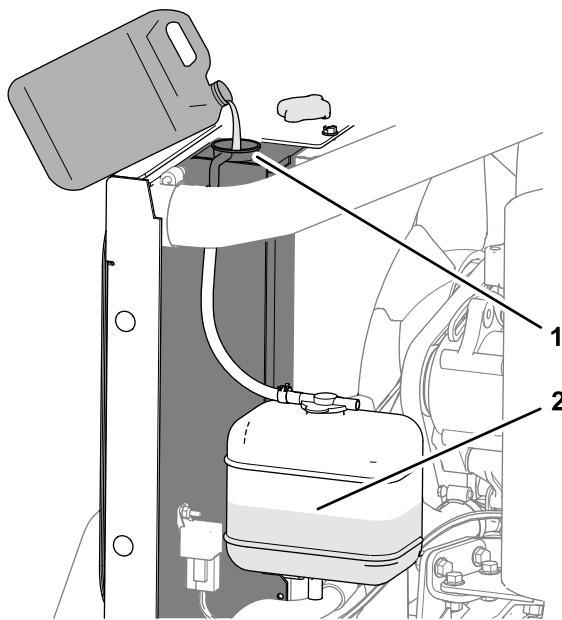

Рисунок 59
1. Снимите крышку радиатора и медленно долейте охлаждающую жидкость указанного типа до полного заполнения радиатора (Рисунок 59).
2. Установите крышку радиатора (Рисунок 59).
охлаждающую жидкость указанного типа так, чтобы бачок был заполнен на 1/2 (Рисунок 59).
4. Установите крышку на расширительный бачок охлаждающей жидкости (Рисунок 59).